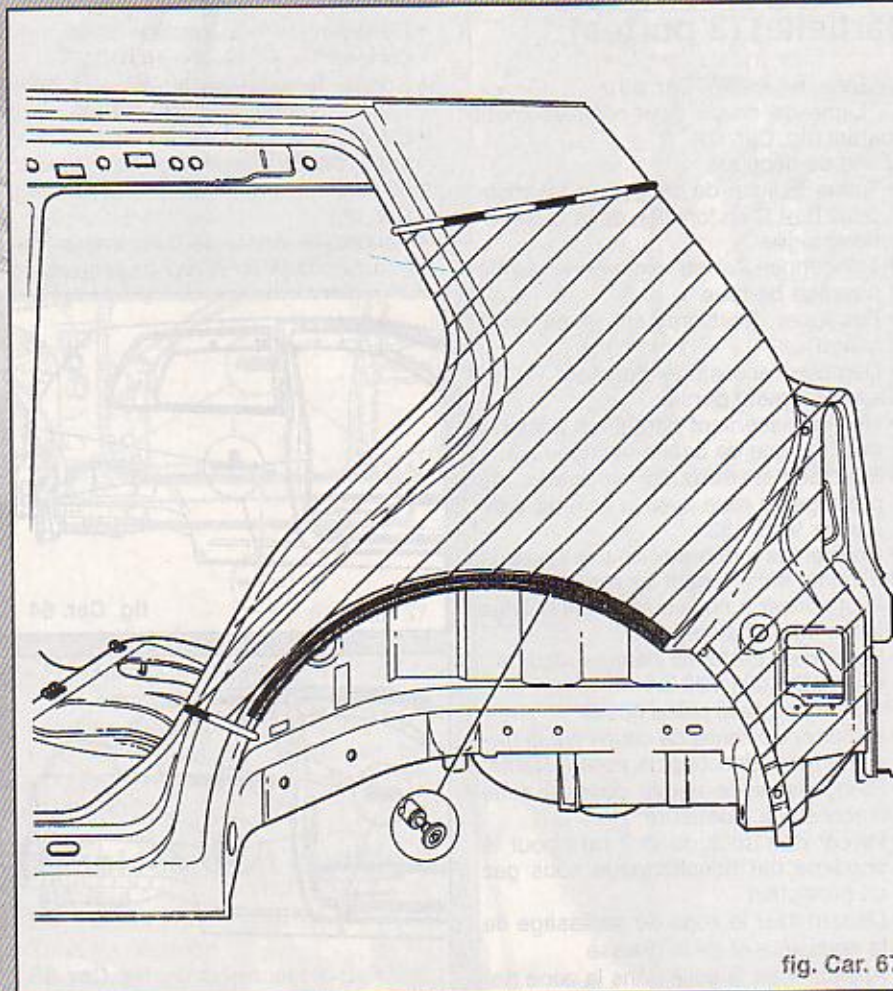

fig. Car. 67
- Zones de découpe (fig. Car. 67)